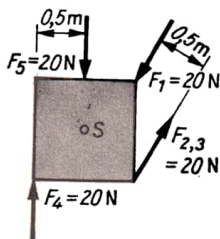

Bild 49
2. Um die Platte ins Gleichgewicht zu bringen, muß ein Drehmoment von -10 N m wirksam werden. Dies könnte beispielsweise durch ein Kräftepaar nach Bild 49 (F_4 , F_5) geschehen.